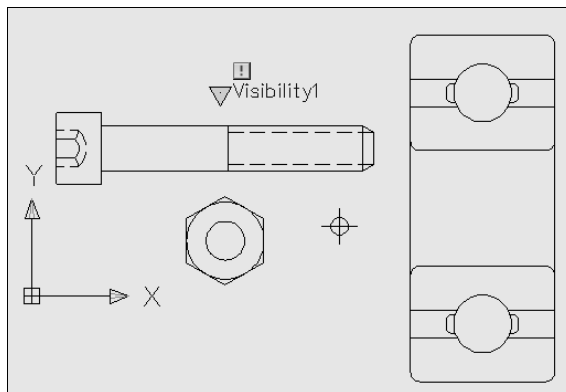

Рис. 17.20. Параметры базовой точки и визуализации динамического блока
5. На вкладке **Parameters** (Параметры) палитры **Block Authoring Palettes** (Палитры вариаций блоков) щелкните пиктограмму **Basepoint** (Базовая точка), а потом укажите на рисунке положение базовой точки динамического блока где-то в середине между вставленными блоками (рис. 17.20).
6. С помощью той же палитры задайте параметр **Visibility** (Видимость) и поместите его на свободном поле рисунка (рис. 17.20).